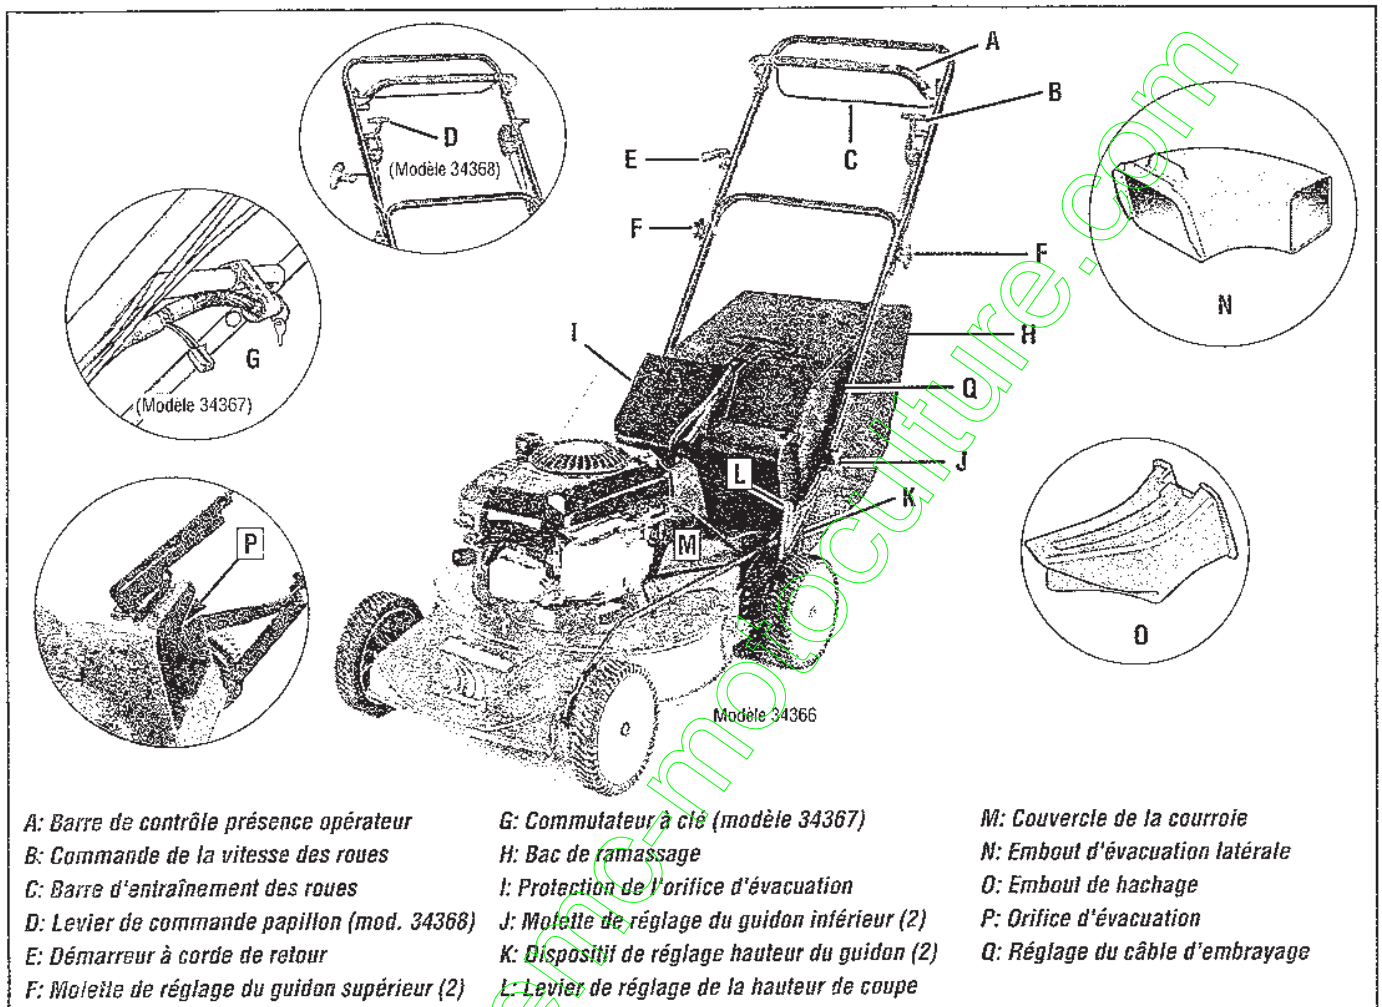

Figure 3-1
La tondeuse est livrée avec trois accessoires faciles à installer, le bac de ramassage (H, Figure 3-1), l'embout d'évacuation latérale (N) et l'embout de hachage (O), qui permettent d'utiliser trois différents modes de tonte. Lisez *Réglage des modes de tonte* au chapitre 4 pour des informations plus détaillées sur la manière d'installer et d'utiliser ces accessoires.
Utilisez le Bac de ramassage (H, Figure 3-1) pour collecter l'herbe coupée afin de la mettre au rebut. Le panier a une capacité de plus de soixante-dix litres.
Utilisez l'embout d'évacuation latérale (N, Figure 3-1) pour diriger l'herbe coupée sur le côté gauche (par rapport à la position de l'opérateur) de la tondeuse. Lisez *Mode évacuation latérale* au chapitre 4.
Utilisez l'embout de hachage (O, Figure 3-1) pour hacher l'herbe coupée. Voir *Mode hacheuse* au chapitre 4.
La barre de contrôle de la présence de l'opérateur (A, Figure 3-1) doit être tirée vers l'arrière contre le guidon et maintenu à cette place lors du démarrage du moteur et de l'utilisation de la tondeuse. Relâcher la barre coupe le moteur et arrête la lame de la tondeuse. Le moteur ne redémarre que lorsque la barre est à nouveau tirée vers l'arrière contre le guidon.
La barre d'entraînement des roues (C, Figure 3-1) met en prise les roues arrière mécaniques lorsqu'elle est tirée vers le haut contre le guidon et libère les roues lorsqu'elle est relâchée. Lisez *Tonte et Maniabilité de la tondeuse* au chapitre 4 pour plus d'informations.
La commande de la vitesse des roues (B, Figure 3-1) comprend trois différentes vitesses de roue. Les possibilités sont les suivantes :
Cette commande (L, Figure 3-1) propose huit hauteurs de coupe afin que vous puissiez choisir la hauteur de coupe la mieux appropriée à l'état de votre pelouse. Les hauteurs de coupe vont de 3/4 de pouce à 4 pouces 1/4. Voir *Préparation de la tonte* Lisez au chapitre 4 pour plus d'informations. REMARQUE : La hauteur réelle de coupe varie en fonction de l'état du gazon.
Le commutateur à clé de contact (G, Figure 3-1) permet à l'opérateur de faire démarrer le moteur sans utiliser la corde du démarreur. Lisez *Démarrage du moteur* au chapitre 4 pour plus de détails sur la manière de démarrer le moteur.
Le démarreur à corde de retour (E, Figure 3-1) permet de démarrer le moteur en tirant dessus. Lisez le mode d'emploi du moteur pour plus d'informations sur votre moteur. Lisez également *Démarrage du moteur* au chapitre 4.
La tondeuse dispose de trois dispositifs de réglage de la hauteur du guidon (K, Figure 3-1). Voir *Étape 5 : Réglage de la hauteur du guidon* au chapitre 2.
Pour le modèle 34368, cette commande (D, Figure 3-1) régule la vitesse du moteur et contrôle l'étrangleur. Voir *Démarrage du moteur* au chapitre 4 pour plus d'informations.